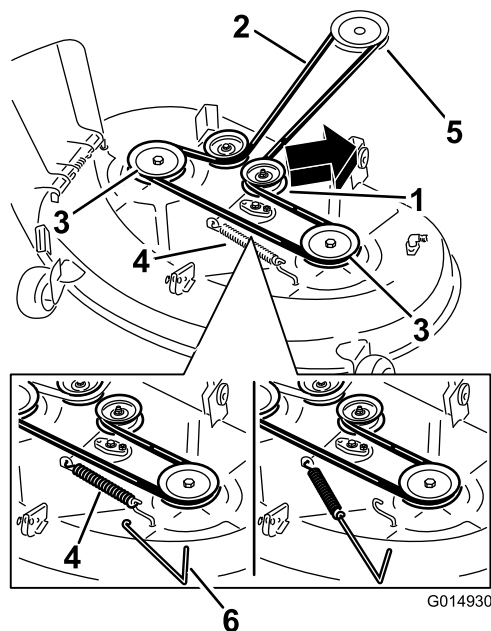

Figure 62
5. À l'aide d'un outil de dépose de ressort (réf. Toro 92-5771), décrochez le ressort du crochet sur le tablier pour détendre la poulie de tension et déchaussez la courroie des poulies (Figure 62).
6. Acheminez la courroie neuve autour de la poulie du moteur et des poulies du tablier de coupe (Figure 62).
7. À l'aide d'un outil de dépose de ressort, accrochez le ressort au crochet situé sur le tablier pour tendre la poulie de tension et la courroie du tablier de coupe (Figure 62).